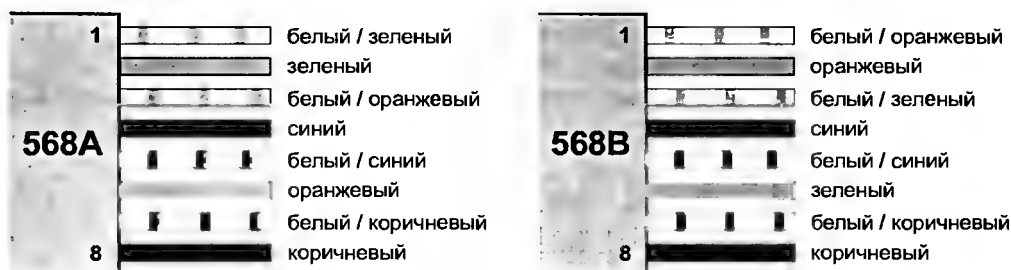

Рис. 11.1. Соответствие цветовых маркировок парам проводников
- все четыре пары кабеля имеют цветовую маркировку, с помощью которой различаются номера пар проводов. Распределение пар проводов по контактам разъемов RJ45 определяется двумя стандартами: EIA-T568A и EIA-T568B. Кроме того, существуют также внутрифирменные стандарты для работы с определенными марками кабелей и коммутационного оборудования. Особенности применения таких видов кабельной продукции следует уточнять по сопроводительным документам. По стандарту EIA-T568A пары распределяются, как показано на рис. 11.1, 11.2;